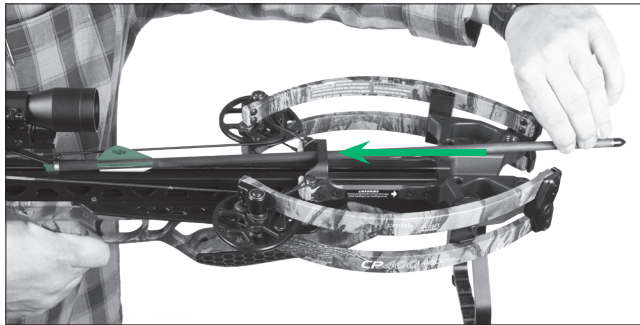

FIGURE 22
5. Saisissez la flèche près de sa pointe à l'extrémité opposée à l'empennage. L'arbalète peut être chargée en gardant les mains et toutes les parties du corps hors de la trajectoire de la corde et dans la zone de chargement sécuritaire (Fig. 22). Gardez vos mains, vos doigts et toutes les autres parties de votre corps hors de la trajectoire de la corde et des câbles en tout temps. L'arbalète est conçue de façon à ce que l'utilisateur n'ait jamais besoin de placer une partie de son corps dans la trajectoire de la corde de l'arbalète. Le non-respect de cet avertissement peut causer des blessures graves ou la mort.
6. Glissez la flèche CP400 Select vers le boîtier de la détente, sous le ressort de rétention de la flèche, jusqu'à ce que l'encoche demi-lune repose entièrement sur la corde (Fig. 22).